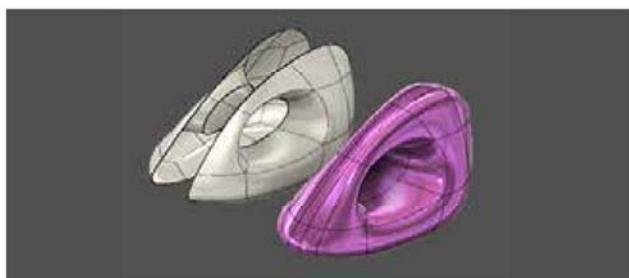

图 2-108
(6) **桥接**: 创建过渡段以连接某个实体内或两个实体之间的两个相对面。选择第一组边, 然后选择第二组边, 如图 2-108 所示。